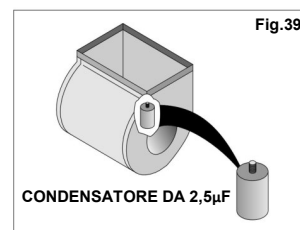

Fig.39
- **Fase 5-** Con una chiave da 13 svitare le due viti M8x90 mm che mantengono solidale la staffa del ventilatore alla struttura e rimuovere il ventilatore (Fig.39).